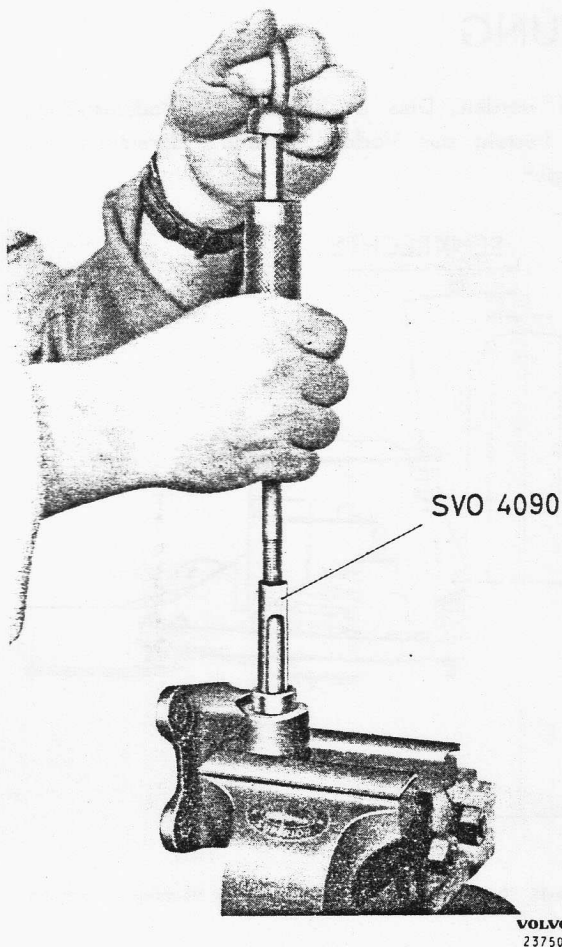

Bild 6-32. Nadellager ausbauen
2. Halter in einen Schraubstock spannen und Nadellager mit Ausziehvorrichtung SVO 4090 ausziehen, siehe Bild 6-32.